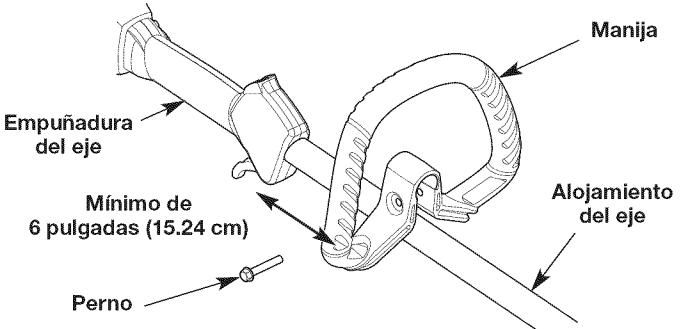

Fig. 3
1. Oprima la manija hacia abajo sobre el alojamiento del eje (Fig. 3). El orificio del perno de la manija debe quedar a la derecha.
2. Inserte el perno en el orificio del perno y oprímalo para que pase a través de él (Fig. 3). Apriete el perno con una llave tubular de 3/8" pero no apriete por completo.
3. Mientras sujetas la unidad en la posición de funcionamiento (Fig. 14), desplace la manija hasta la ubicación que le ofrece el mejor agarre. Ubíquela como mínimo a 6 pulgadas (15.24 cm) del extremo de la empuñadura del eje (Fig. 3).
1. Afloje el perno con una tubular de 3/8" (Fig. 3).
2. Mientras sujetas la unidad en la posición de funcionamiento (Fig. 14), desplace la manija hasta la ubicación que le ofrece el mejor agarre. Ubíquela como mínimo a 6 pulgadas (15.24 cm) del extremo de la empuñadura del eje (Fig. 3).